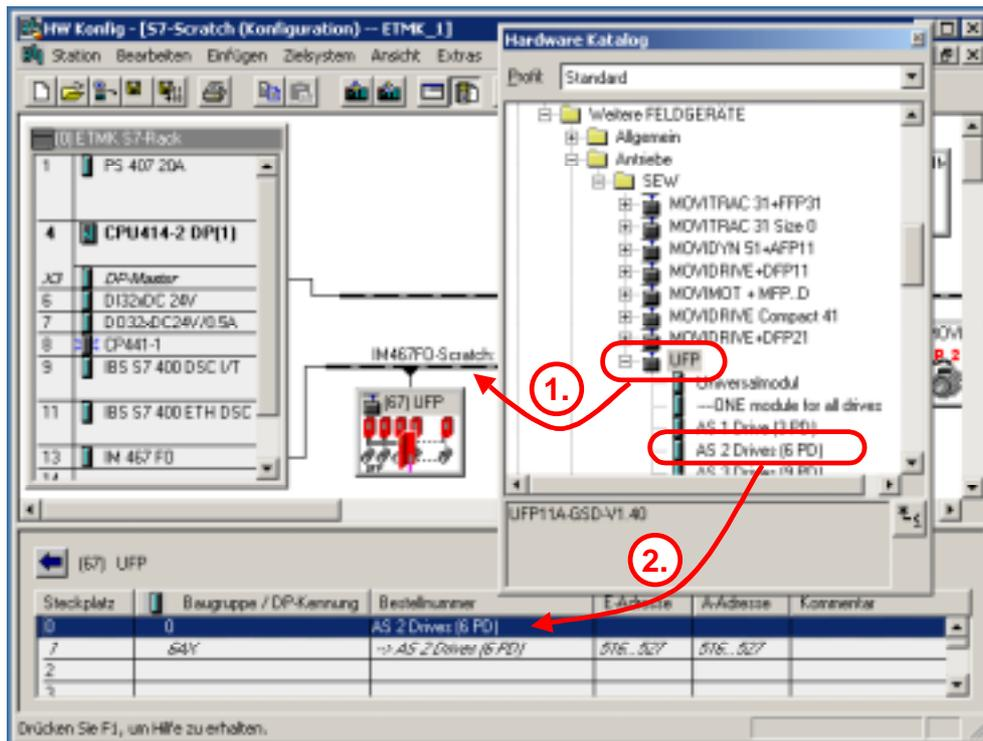

Bild 1: Projektierung der UFP in HWKonfig
- Öffnen Sie den Hardware Katalog und ziehen Sie aus dem Verzeichnis **PROFIBUS-DP / Weitere FELDGERÄTE / Antriebe / SEW** das Gerät **UFP** per Drag&Drop auf das Buskabel (Bild 1, Punkt 1).
- Wählen Sie für dieses Beispiel das Modul „**AS 2 Drives (6PD)**“ und ziehen Sie es per Drag&Drop auf den Steckplatz 0 (Bild 1, Punkt 2).
- Öffnen Sie den Hardware Katalog und ziehen Sie aus dem Verzeichnis **PROFIBUS-DP / Weitere FELDGERÄTE / Antriebe / SEW** das Gerät **UFP** per Drag&Drop auf das Buskabel (wie im Beispiel 1, Bild 1, Punkt 1).